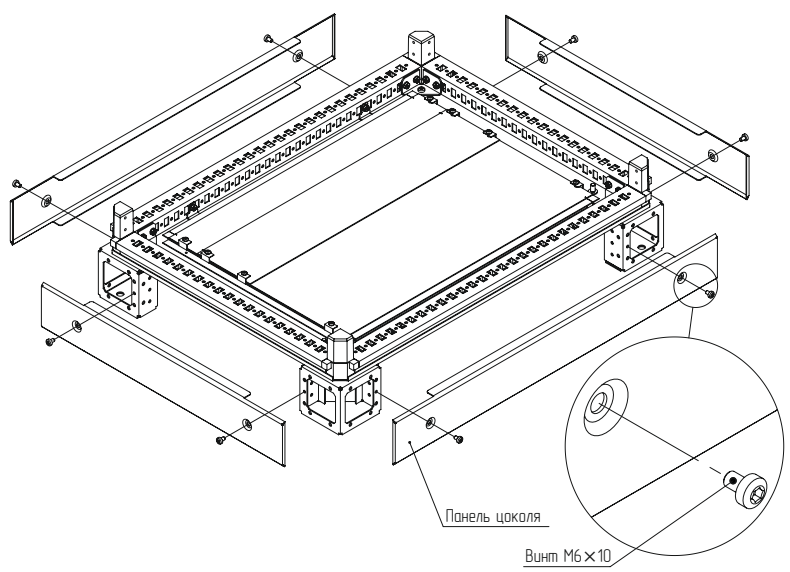

Рисунок 7
4.3.4 Установить панели цоколя на углы цоколя и зафиксировать с помощью винтов М6×10 (рисунок 7). Момент затяжки – 7 Н·м.